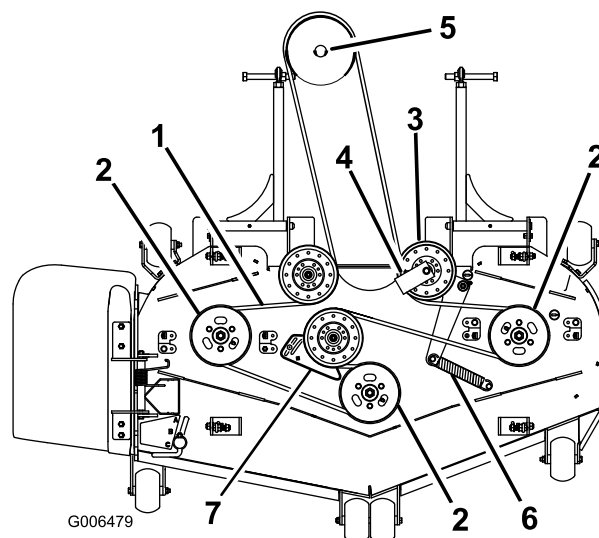

**Figure 61**
3. Retirez les couvercles de courroie (Figure 61).